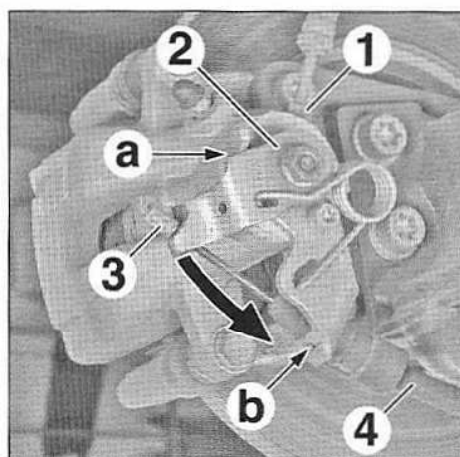

FIG.21
- Dévisser et écarter le raccord de liquide de frein (1) (Fig.21).
- Appuyer sur le tournevis afin de baisser le levier (2).
- Une fois le levier (2) en butée, à l'aide d'une pince multiprise, dégager l'embout (3) du levier (2).
- Libérer le câble de frein de stationnement (4) de l'oeillet en (b).